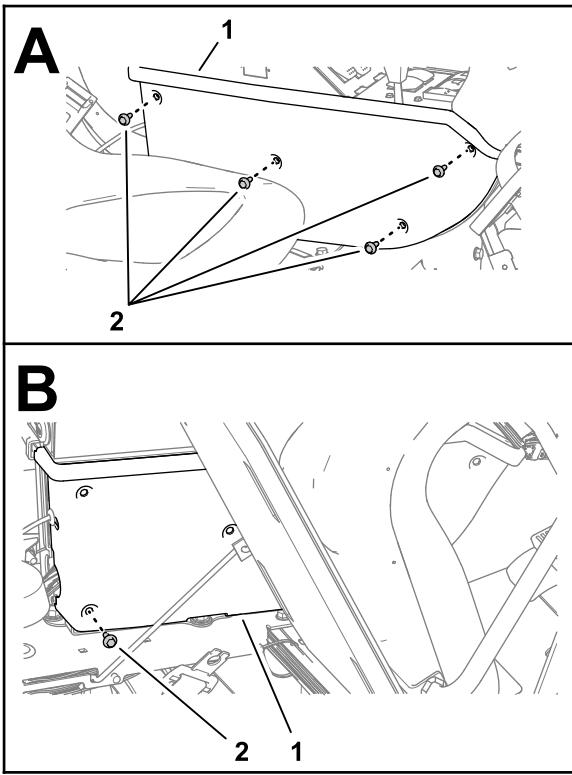

Figura 110
3. Monte el panel lateral en el bastidor de la consola (Figura 110) con 4 tornillos con arandela prensada (1/4" x 3/4").
4. Incline el asiento hacia adelante e instale el tornillo con arandela prensada trasero inferior (Figura 110).